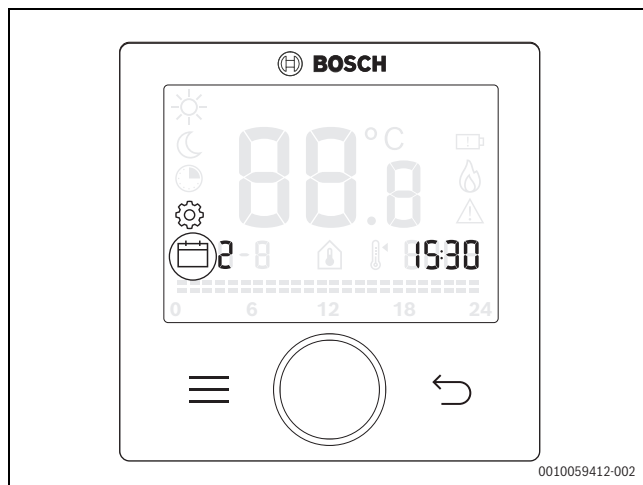

Fig. 35
- ▶ Pulsar la tecla Menú hasta que la pantalla se visualice de la siguiente manera → fig. 35.